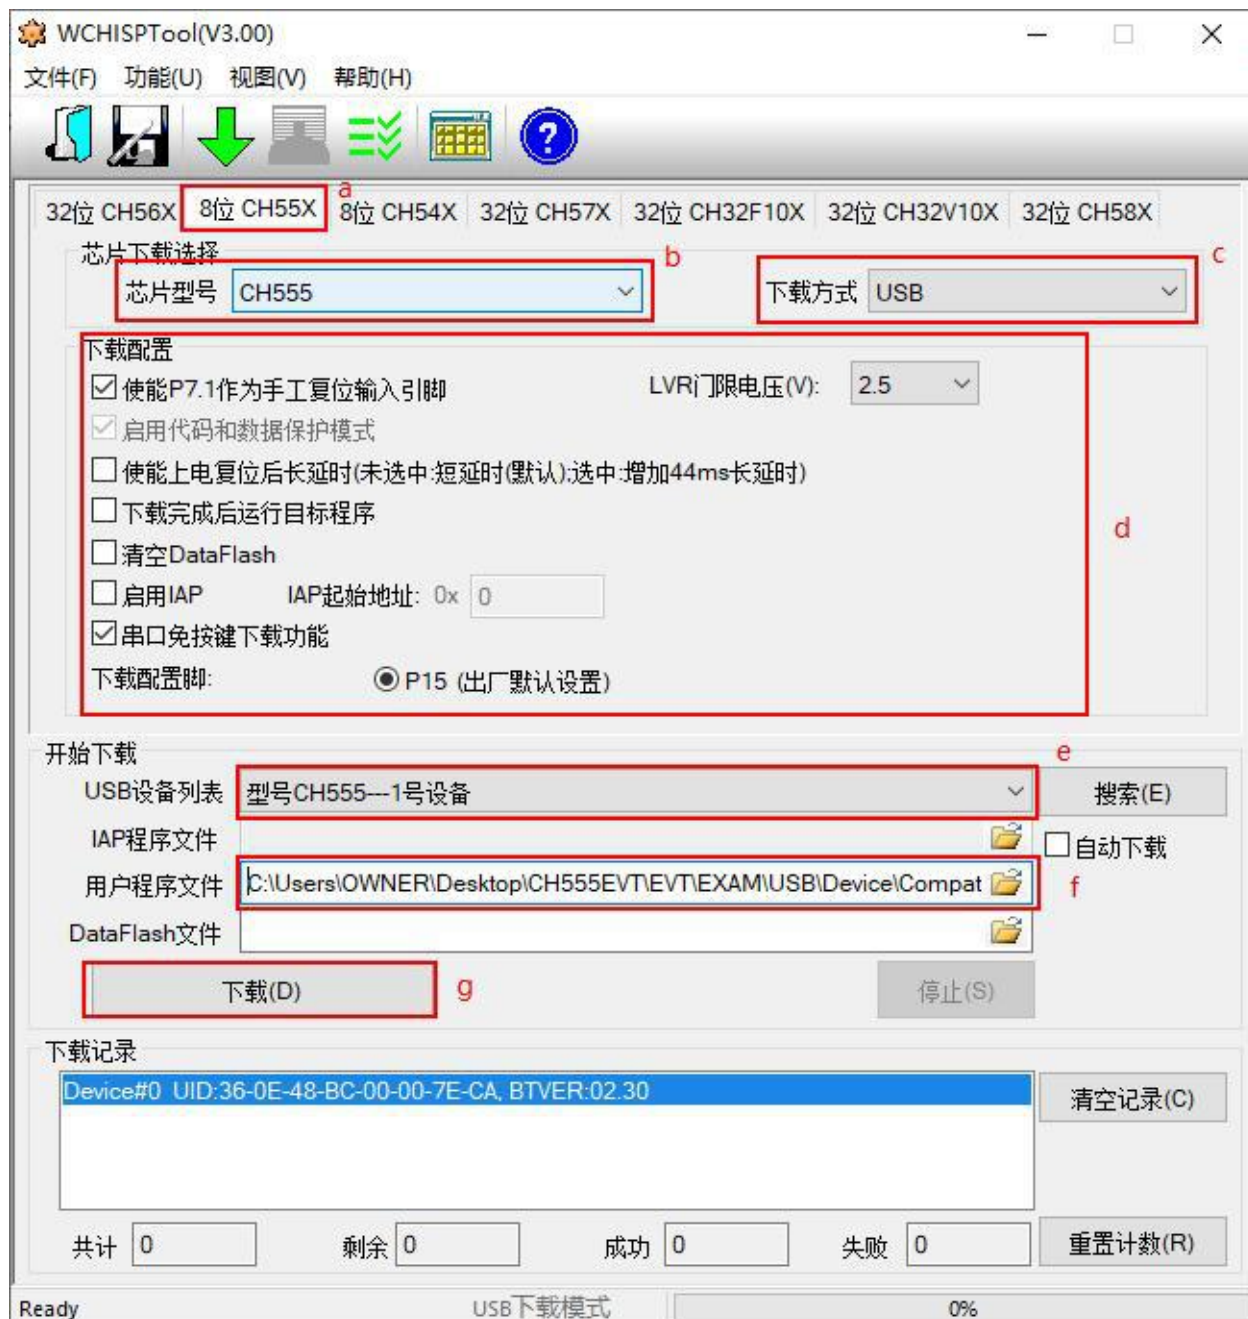

图 2.3.1
- a. 选择芯片系列: 点击“8 位 CH55X 系列”标签页面, 如图 2.3.1;
如果设备连至 PC, 软件检测到, 会出现如下图 2.3.1 “USB 列表”显示“型号 CH555... 1 号设备”; 如果没有检测到设备插入, 可查看芯片电源连接是否正常, USB 是否连接好等;